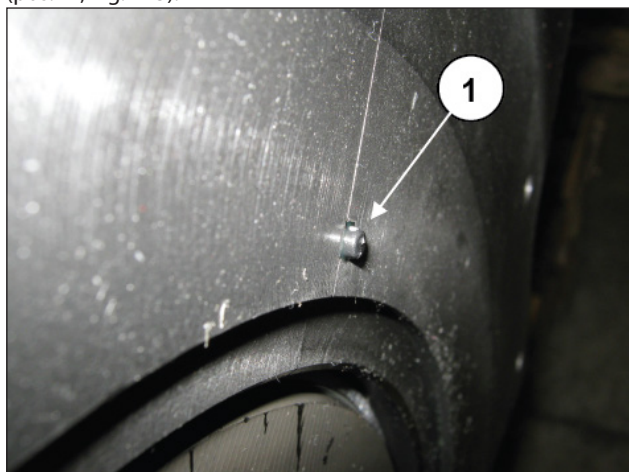

Fig. 115
La quota di sporgenza delle tenute OR deve essere di 2 mm (pos. ①, Fig. 115).